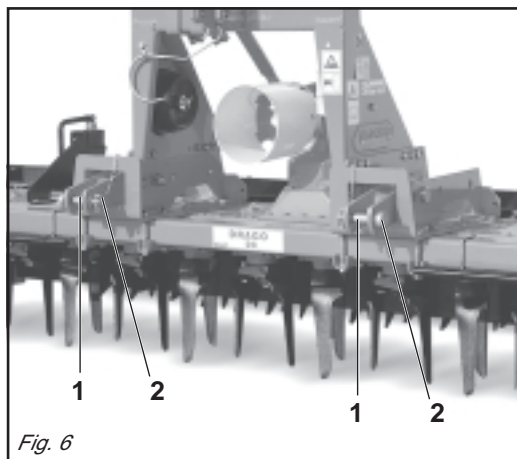

Fig. 6
L'applicazione della macchina al trattore deve avvenire in piano. Tutte le macchine sono applicabili a qualsiasi trattore munito di attacco universale a tre punti. Poiché le barre del sollevatore di ciascun trattore hanno una loro lunghezza ed un foro con un ben determinato diametro, è necessario per ogni modello determinare la posizione più favorevole della macchina spostando le bielle (1 Fig. 6) nella posizione ottimale e inserendo i perni (2 Fig. 6) nei fori più indicati a seconda della necessità e del giusto diametro. La Ditta Costruttrice, declina ogni responsabilità per rotture sul trattore.
Work on a flat surface when fitting the machine to the tractor. All machines can be fitted to any tractor with a universal 3-point coupling. Since the lift links of each tractor have their own length and a hole with a certain diameter, it will be necessary to establish the most favourable position for the machines on each model. This is done by shifting the connecting rod (1 Fig. 6) to the best position and inserting the pins (2 Fig. 6) into the most suitable holes, according to requirements and the right diameter. The Manufacturer declines all responsibility for damage to the tractor.
Der Anbau des Maschinen am Schlepper muß auf ebenem Boden erfolgen. Alle Maschinen lassen sich an jedem Schlepper montieren, der mit einer universellen Dreipunkt-Kupplung versehen ist. Da die Hubstangen jedes Schleppers eine andere Länge und ein Loch mit einem bestimmten Durchmesser haben, ist es für jedes Modell erforderlich, die günstigste Anbauposition des Maschine festzulegen, indem man die Pleuel (1 Abb. 6) in die optimale position bewegt und die Bolzen (2 Abb. 6) in die Löcher steckt, die am besten zu den jeweiligen Größenverhältnissen passen. Der Hersteller haftet nicht für Schaden am Schlepper.
L'attelage de l'outil au tracteur doit être effectué sur un terrain plat. Toutes les machines peuvent s'adapter à n'importe quel tracteur muni d'un attelage universel à trois points. Les barres du relevage de chaque tracteur ont une longueur et un trou d'un diamètre donné; pour chaque modèle, il faudra donc déterminer la position la plus favorable de la machine à monter, en déplaçant les bielle (1 Fig. 6) dans la position optimale et en mettant les axes (2 Fig. 6) dans les trous les plus appropriés suivant les nécessités et le diamètre. Le Constructeur décline toute responsabilité dans le cas de ruptures sur le tracteur.
El enganche de la máquina debe realizarse sobre una superficie plana. Todas las máquinas pueden ser aplicadas a cualquier tractor que posea el enganche universal de tres puntos. Visto que las barras del elevador de cada tractor poseen una longitud propia y un orificio de un diámetro particular, es necesario determinar para cada modelo la posición más favorable de la máquina, desplazando la biela (1 Fig. 6) en la posición óptima e introduciendo los pernos (2 Fig. 6) en los orificios más indicados, según las necesidades y el diámetro correspondiente. El Fabricante declina toda responsabilidad por las roturas en el tractor.
- 1- Accostare le barre del sollevatore ponendole all'interno delle piastre (1 Fig. 6), inserire il perno (2 Fig. 6) nel foro predisposto e bloccare con le copiglie a scatto.
- 1- *Near the lift bars, setting them in the most suitable plates (1 Fig. 6). Insert the pin (2 Fig. 6) into the relative hole and lock in place with the snap-in split pins.*
- 1- Die Lenker des Krafthebers annähern und in die am besten geeigneten Platten schieben (1 Abb. 6). Den Bolzen (2 Abb. 6) in das Loch stecken und mit dem einrastenden Splint blockieren.
- 1- *Approchez les barres du relevage en les plaçant à l'intérieur des plaques les plus appropriées (1 Fig.6), introduisez l'axe (2 Fig. 6) dans le trou correspondant et bloquez par les goupilles à encastrement.*
- 1- Acercar las barras del elevador poniéndolas dentro de las placas más indicadas (1 Fig. 6), introducir el perno (2 Fig. 6) en el orificio y bloquear con los pasadores de resorte.